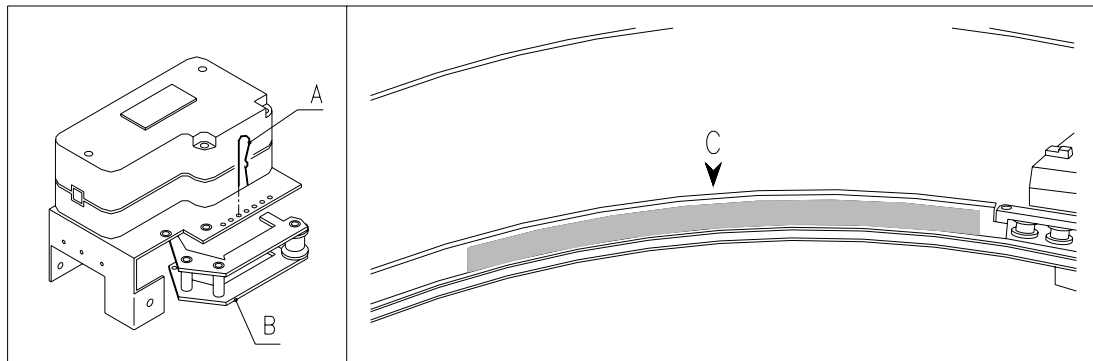

FIG. 16
8.8 SUSTITUCIÓN DE LA CORREA MOVIMIENTO VENTANILLAS (FIG. 16)